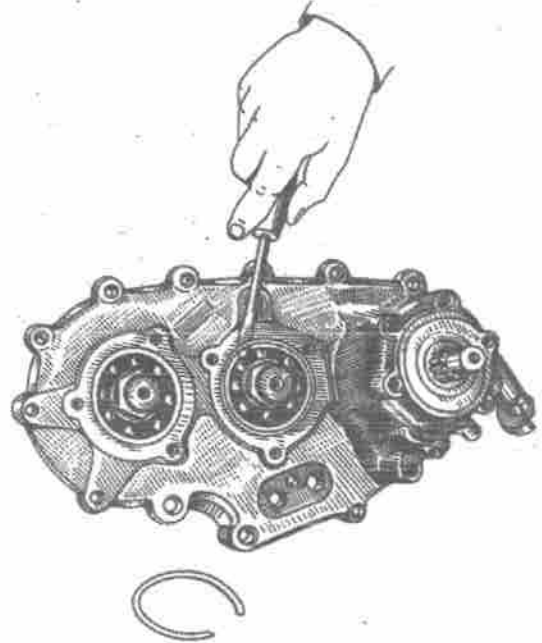
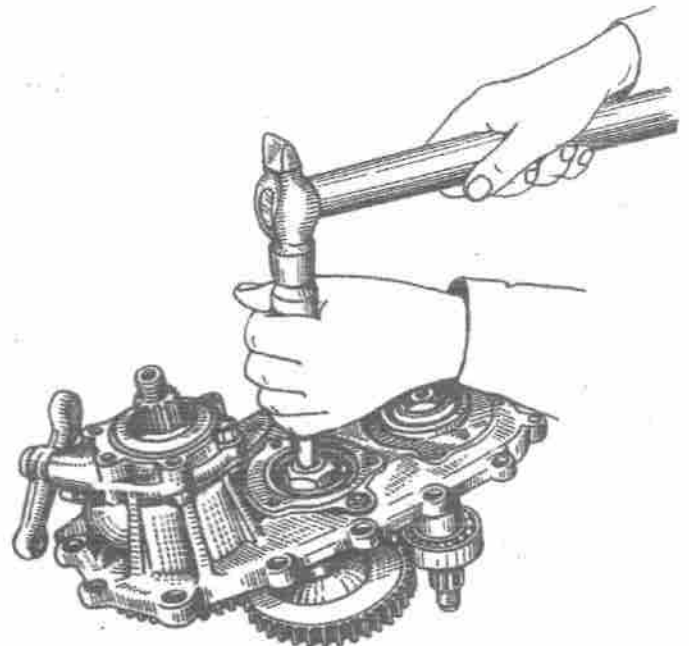

Bild 123. Ausbau der Sicherungsringe der Lager
Bild 124. Austreiben der Wellen des Verteilergetriebes
11. Lagerdeckel der Vorgelegewelle und Antriebswelle der Vorderachse abnehmen, Sicherungsringe der Lager entfernen (Bild 123) und Wellen austreiben (Bild 124).